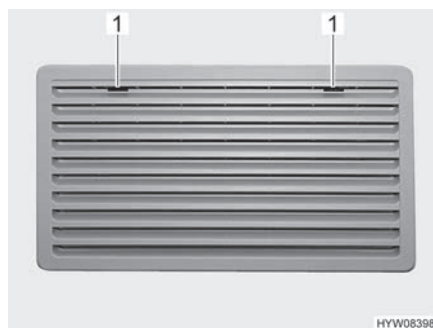
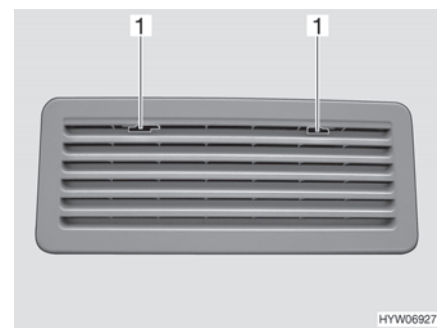

Fig. 183 Rejilla de ventilación del frigorífico (Thetford grande)
Fig. 184 Rejilla de ventilación del frigorífico (Thetford pequeño)
- Deslizar el bloqueo (Fig. 183,1 ò Fig. 184,1) hacia el centro.